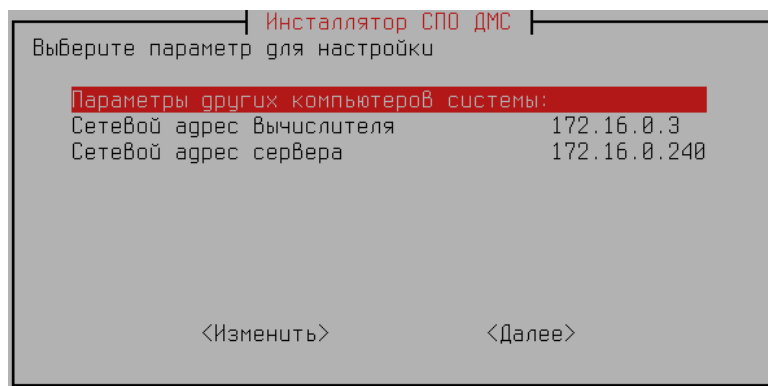

Рисунок 18 — Установка IP-адреса вычислителя и сервера баз данных
3) Если АРМ-О не конфигурируется с функцией вычислителя и функцией сервера баз данных, а также при установке СПО дополнительного АРМ-О, необходимо указать IP-адрес сервера оборудования (вычислителя) и сервера баз данных (Рисунок 18).